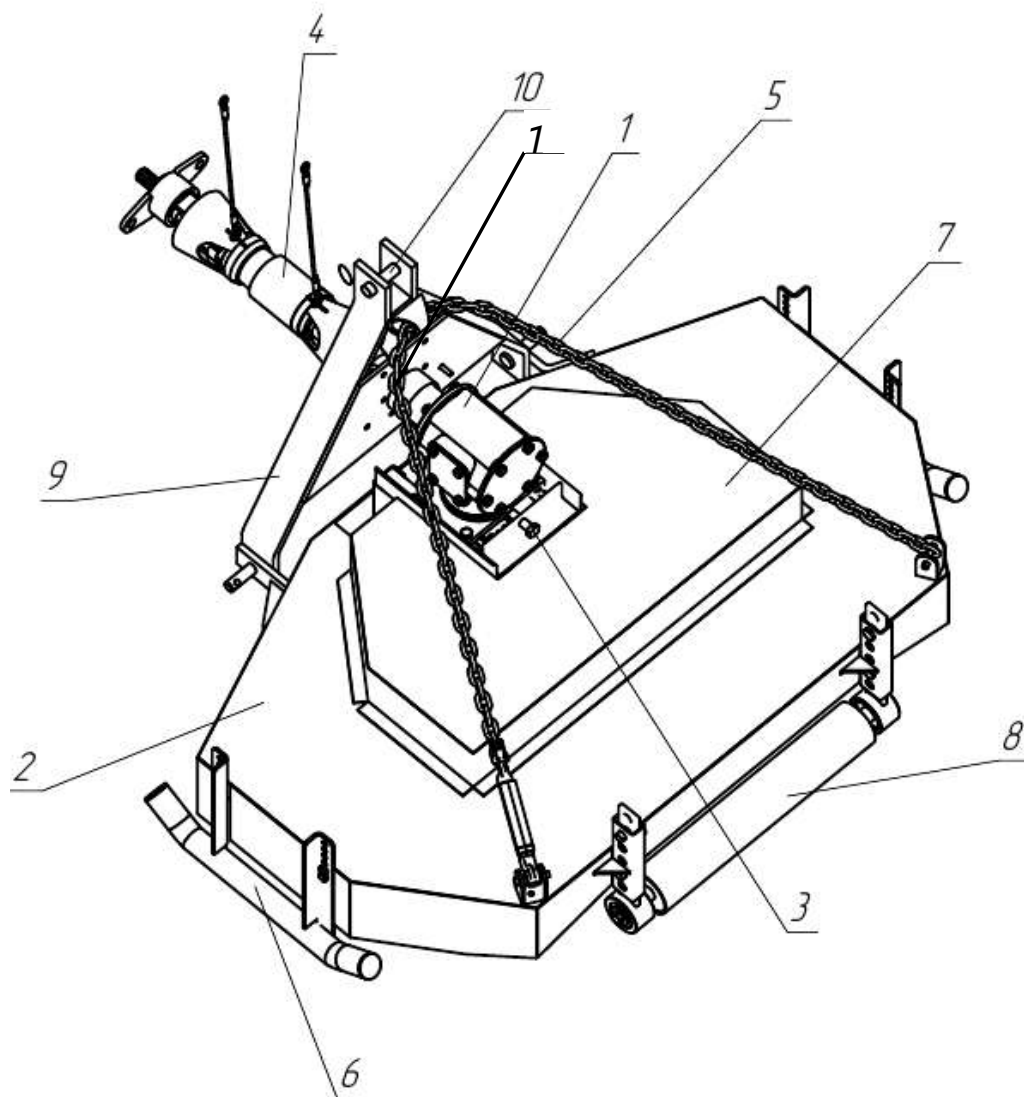

Рисунок 1 – Косилка роторная КТМ2
1.5.1 Присоединение косилки (рисунок 1) осуществляется при помощи сцепки 9.
Рисунок 1а
Во избежание поломок трансмиссии мини-трактора в конструкцию косилки роторной КТМ2 предусмотрена муфта предохранительная 11 (рисунок 1).
Для защиты от поломок в муфте предусмотрен срезной штифт 6x30 ГОСТ 3128-70 (рисунок 1а). При выявлении дефекта, когда при вращении карданного вала не вращаются ножи косилки, необходимо демонтировать привод карданного вала, извлечь вал КТМ2-02.200-Б, произвести замену штифта, используя штифт из комплекта ЗИП.
3.4 Перед началом сезонных работ через люк в корпусе редуктора 1 (рисунок 1) смазывайте зубчатые венцы шестерен редуктора пресс-солидолом Ж ГОСТ 1033-79.